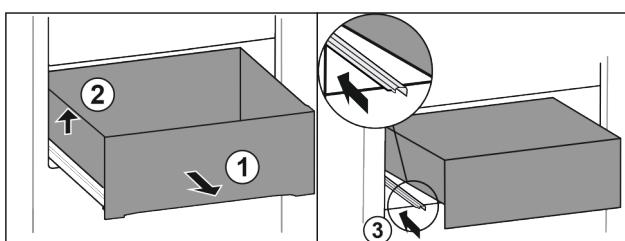

Fig. 68
- Izvadite ladicu do graničnika. Fig. 68 (1)
- Podignite ladicu lijevo. Fig. 68 (2)
- Gurnite lijevu vodilicu. Fig. 68 (3)